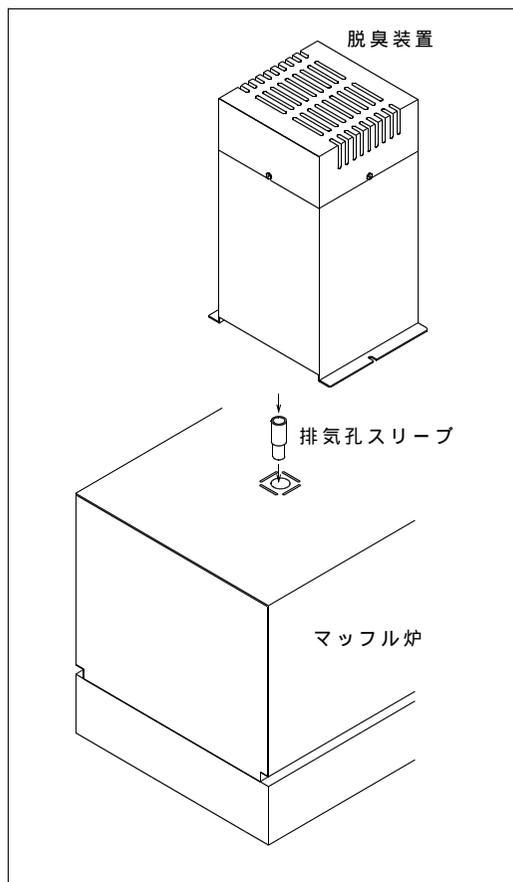

図1
- 1：図1の様に付属の排気孔スリーブをマッフル炉本体の排気孔に挿入し、その上に脱臭装置を置きます。